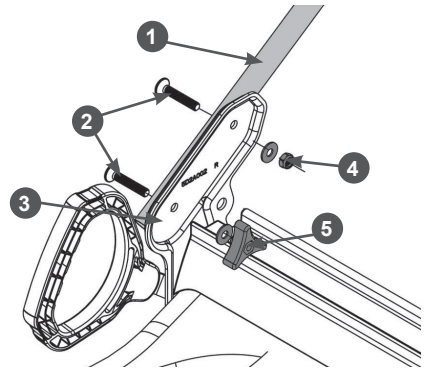

Рис. 3 Установка нижней части рабочей рукоятки
3. Установите нижнюю часть рабочей рукоятки. Совместите отверстия в кронштейне и рукоятках и закрепите нижнюю часть рабочей рукоятки на кронштейне с помощью болтов и гаек, как показано на Рис. 3